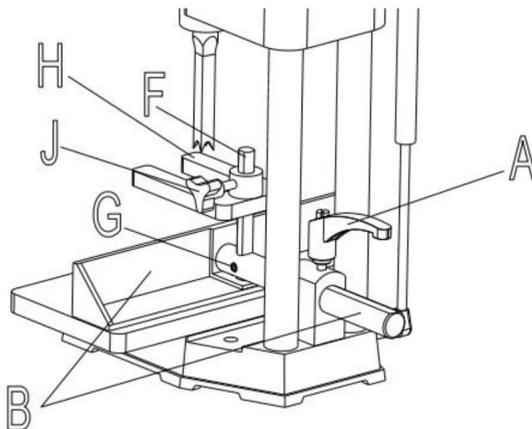

Afbeelding 6
1. Monteer de tafel (A) Afb. 6, aan de basis met behulp van de twee M6x1x35mm platte kop schroeven (B) Plaats de twee schroeven (B) in de twee gaten (D) in tafel (A). Plaats de twee T-moeren (C) in de daarvoor bestemde sleuven (E) aan de onderkant van de basis en draai ze vast
2. De tafel (A) Afb. 6, kan naar binnen of naar buiten worden bewogen door de twee schroeven (B) los te draaien, en de tafel opnieuw positioneren en vervolgens de schroeven (B) vastdraaien.